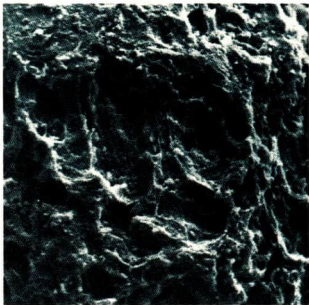

Abb. 71 Poren der Holzkohle
- ② Vergleiche Art, Zusammenhalt und Anordnung der Teilchen in Diamant, Natriumchlorid und Natrium!
- ③ Vergleiche Bau und Eigenschaften von Schwefel und Diamant!
- ④ Erkläre die große Härte von Diamant und die leichte Spaltbarkeit des Graphit!
- ⑤ Warum leitet Graphit den elektrischen Strom und Diamant nicht?
Holzkohle ist sehr porös und besteht aus reinem Kohlenstoff in Form feinkristallinen Graphits. Das Kohlenstoffgerüst ist von zahlreichen feinen Kanälen durchzogen. Die Wandungen dieser Kanäle bilden eine große Oberfläche (Abb. 71, S. 156). Man nennt eine solche Kohleart auch **Aktivkohle**. ①